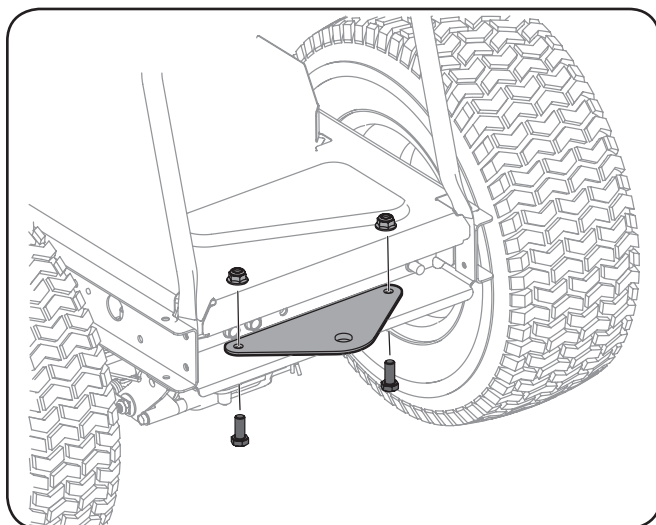

Figura 3-11
1. Extraiga los elementos de montaje instalados en fábrica de la placa de enganche de la parte trasera del motor. Vea la Figura 3-11.
2. Ubique la placa de enganche, embalada con sus piezas sueltas, con el lado plano hacia arriba como se indica en la Figura 3-11. Sujétela con los dos pernos y las tuercas hexagonales que extrajo antes.